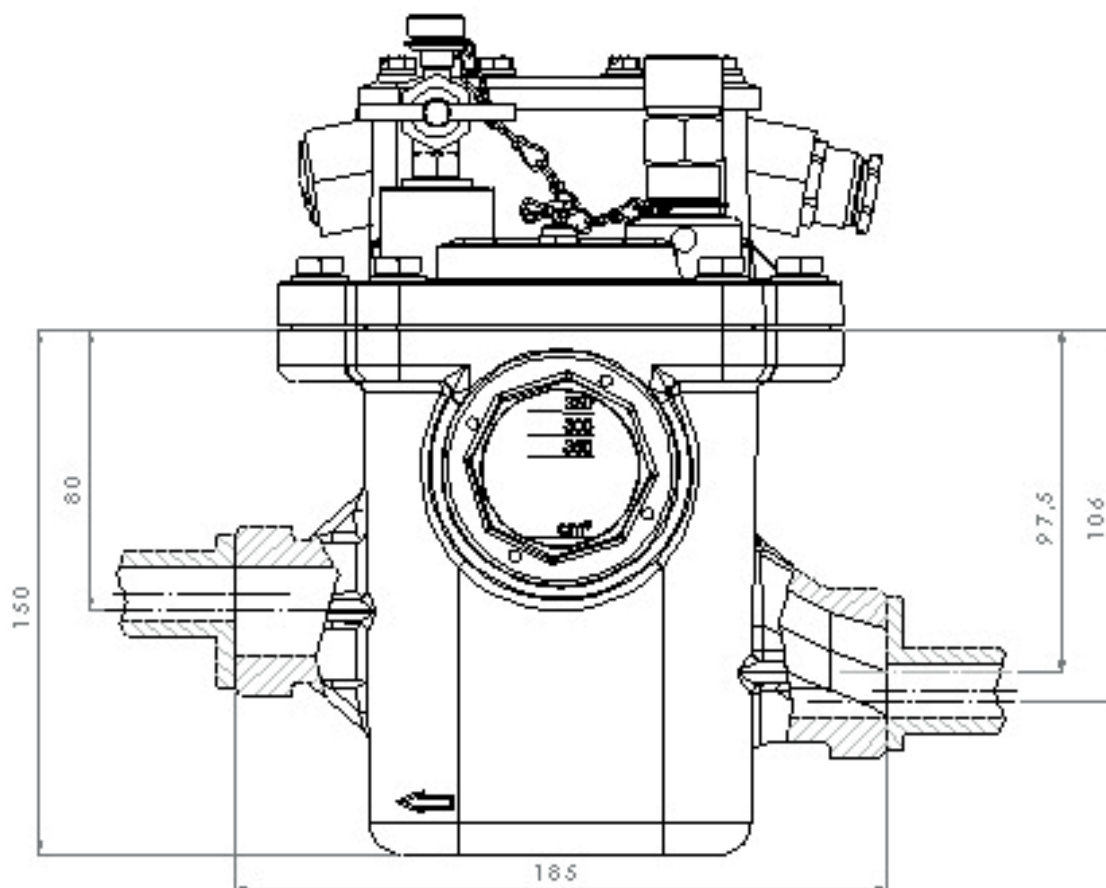

图 7 - 22 (BB25)型瓦斯继电器
- 使用标称直径DN 25的管道。如果这一设计没有可能，则与继电器的管道连接应这样安装：无论在何种情况下都保证继电器绝缘液向变压器油箱流出，以及过剩的继电器瓦斯气向储油柜排出（见图7）。在这种情况下必须考虑到这一点，即油流（m/s）的定量（l/min）与实际管道横截面积有关。